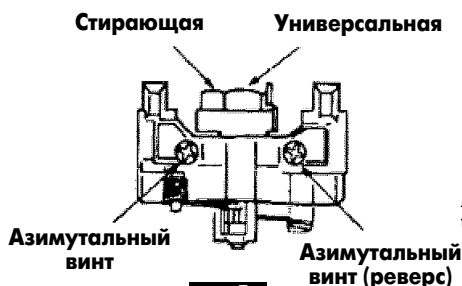

рис.5
1. Включить (в деке 2) тестовую запись с частотой 8 кГц в прямом направлении. Изменяя положение азимутального винта, расположенного под стирающей головкой (рис.5), добиться максимальных показаний вольтметра, подключенного к выходу правого канала УМЗЧ музыкального центра.